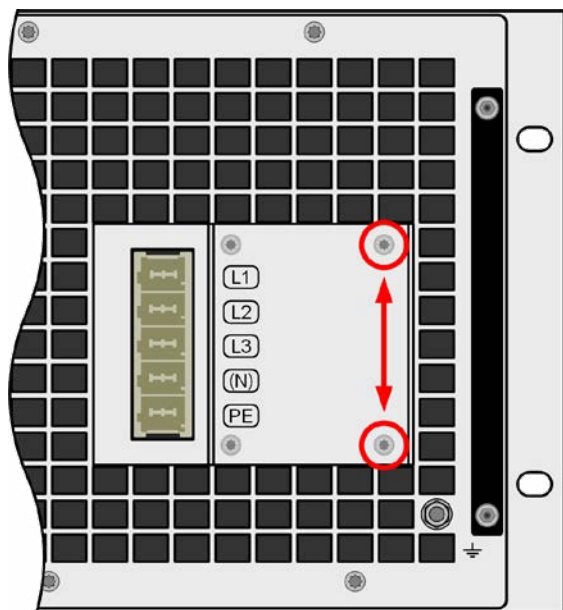

Figure 11 - Emplacement de montage de la bride
1. Enlever les deux vis de droite du filtre AC comme indiqué en *Figure 11* ci-dessous.